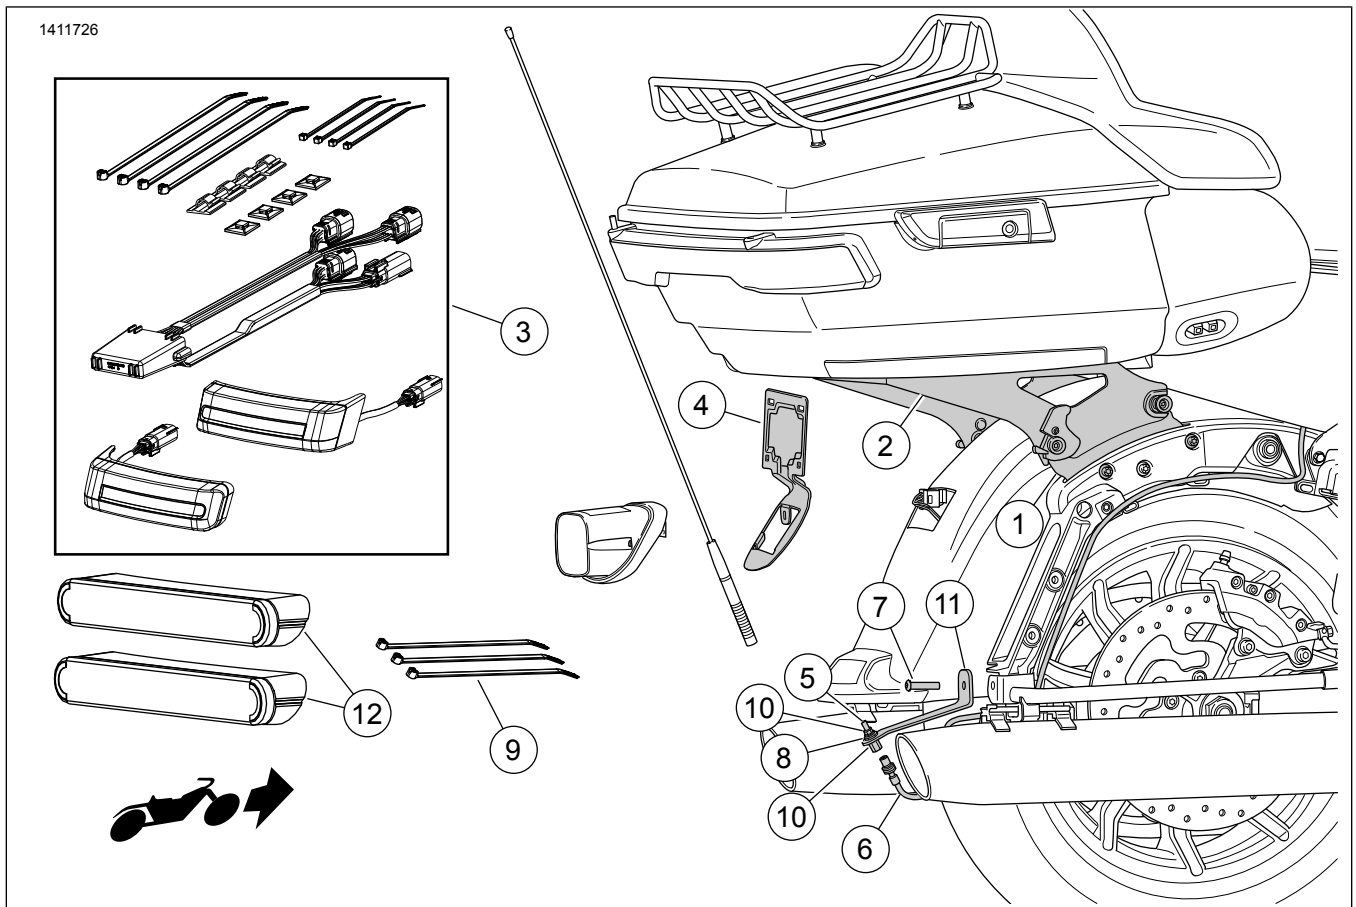
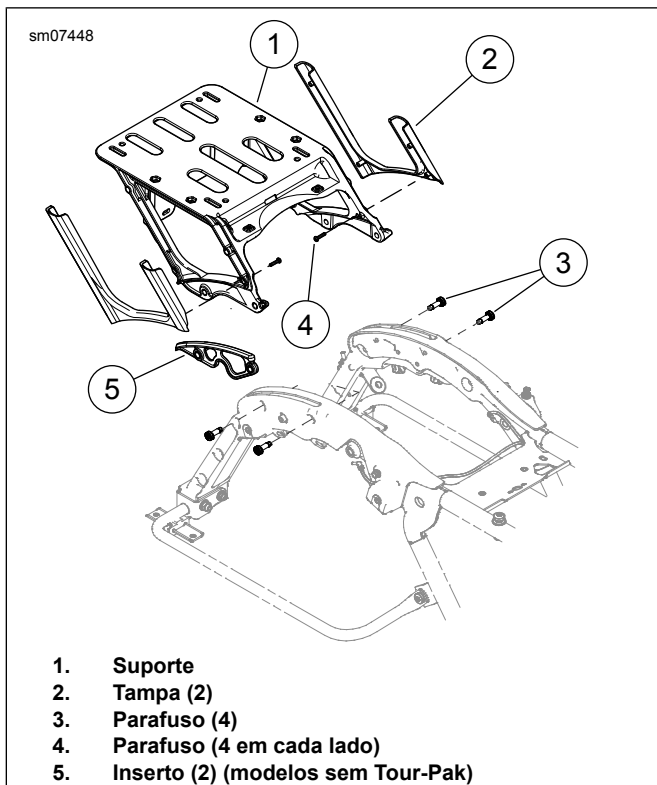
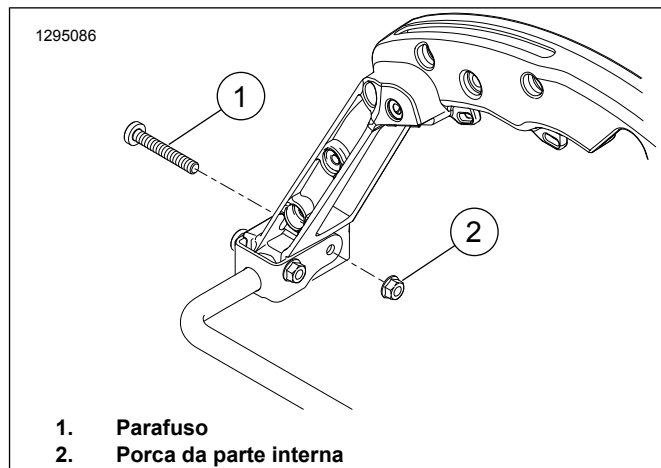
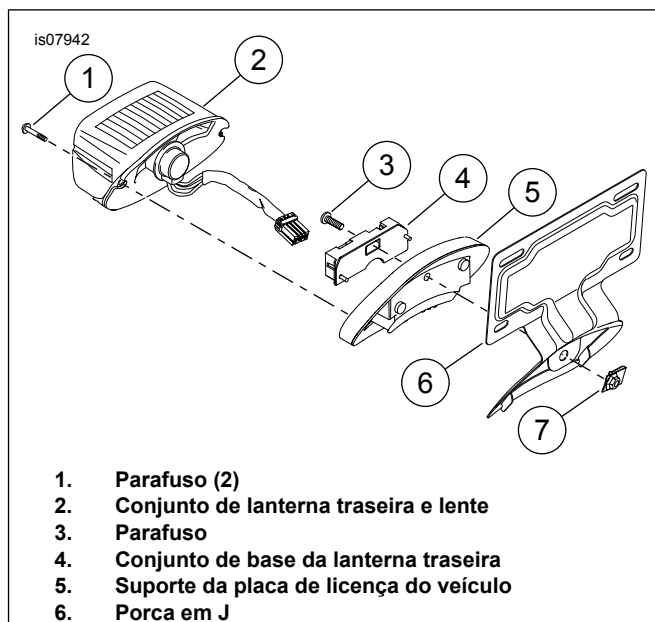

Figura 1. Conteúdo do kit: Suporte para fixação de Tour-Pak removível
Figura 5. Suporte do Tour-Pak
Figura 6. Remoção do parafuso original de fábrica
Figura 7. Instalação do suporte da placa de licença
- a. Veja Figura 5. Remova os conectores do chicote de fios das âncoras no suporte (1).
b. Remova os dois parafusos (3) de cada lado.
7. Veja Figura 7 . Retire a lanterna traseira e a base da lanterna traseira.
- a. Remova os parafusos (1).
- b. Desconecte e remova o conjunto da lanterna traseira e lente (2).
- c. Anote os locais das conexões na base da lanterna traseira (4) para facilitar a instalação.
- e. Retire o parafuso (3) e a base da lanterna traseira.
9. Veja Figura 6 . Retire a porca da parte interna à direita (2). Descarte o parafuso (1).
1. Veja Figura 1 . Instale o kit de ferragens para acoplamento (1) conforme as instruções do kit.
2. Instale o kit de lâmpada do pisca/freio/funcionamento do alforje de LED (3) conforme as instruções do kit.
3. Veja Figura 7 . Instale o suporte da placa de licença do veículo.
- a. Instale o suporte da placa de licença (5) no para-lama.
- c. Instale a base da lanterna traseira sobre o suporte da placa de licença. Fixe com o parafuso (3).
- e. Conecte o conjunto de lanterna traseira e lente na base da lanterna traseira. Instale o conjunto de lanterna traseira e lente na base e prenda com parafusos (1).
4. Veja a figura 5. Reposicione a antena de rádio.
- a. Instale o suporte de reposicionamento da antena (2). Prenda com parafuso (1) e a porca removida anteriormente. Aperte.
- e. Instale a base do mastro da antena (conjunto de juntas) (6) sobre a extensão de cabo da antena.
Veja Figura 1 . Marque o local do refletor (12).